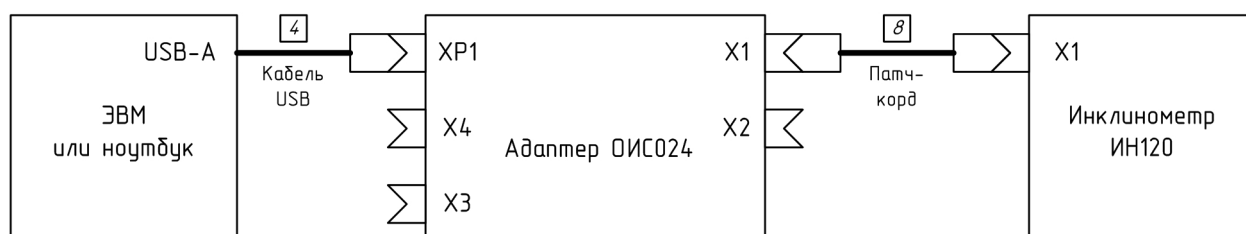

Рис. 3.1. Схема подключения инклинометра ИН120 к адаптеру ОИС024 и ЭВМ.
Операция: Подключение адаптера ОИС024 к ЭВМ к инклинометру необходимо выполнять в соответствии со схемой соединения и подключения согласно Рис. 3.1
- подключить адаптер ОИС024 к ЭВМ и проверяемому устройству в соответствии со схемой соединения и подключения согласно Рис. 3.1;